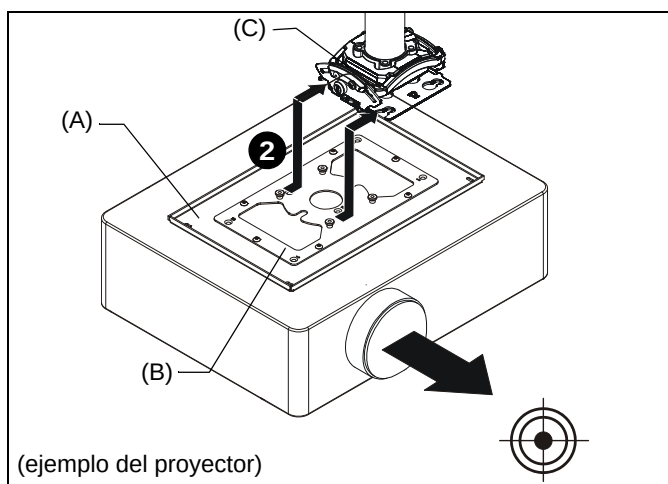

Figura 5
1. Oriente el proyector con el soporte del proyector. (Consulte la Figura 5)